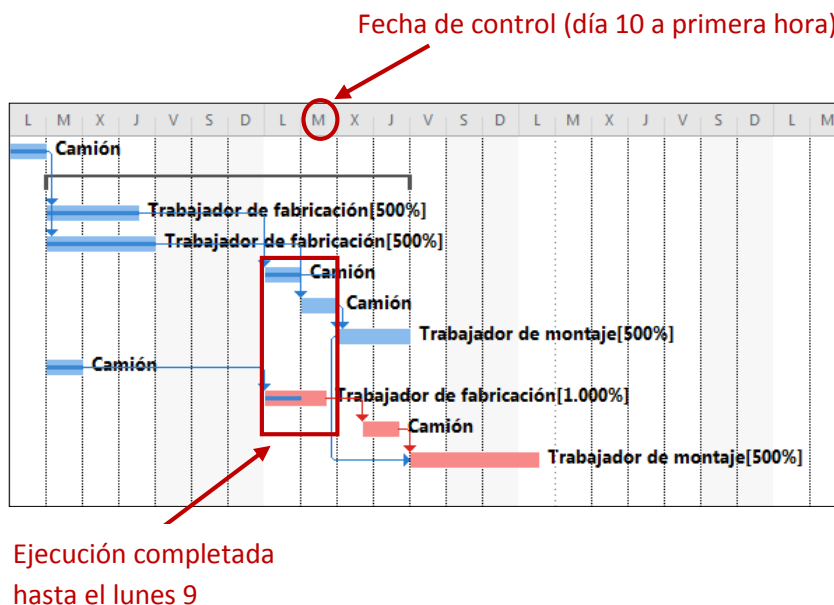

Figura 2. Escenario deseado: situación consecuente con el momento en el que se realiza el control
**Por tanto, lo más práctico es actualizar el estado del proyecto a la fecha más temprana (un día antes de la fecha de control). Comprobamos el porcentaje completado de las tareas: si están completadas hasta ese mismo día, que es lo que estamos buscando (Figura 2) seguimos adelante con el ejercicio. Si no es así, actualizamos de nuevo el proyecto hasta el mismo día de la fecha de control y comprobaremos que, efectivamente, las tareas están completadas hasta un día antes de la fecha de control (como en la Figura 2).**